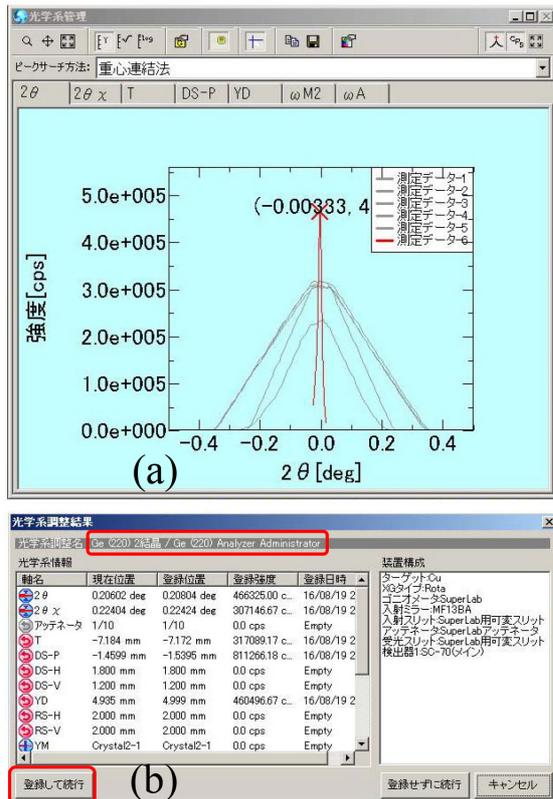
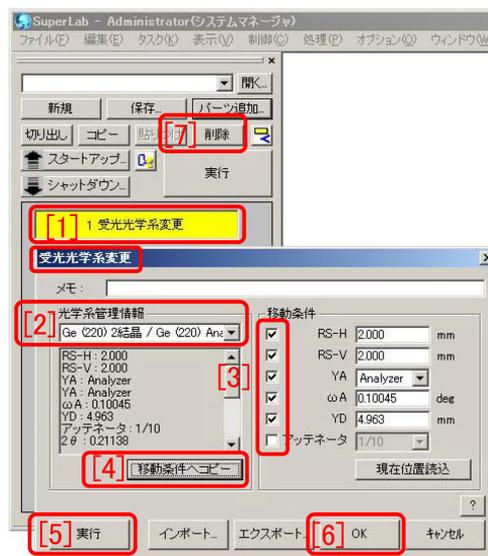

図 1.22. 受光光学系 (Soller Slit) 精密調整の完了。左下「登録して続行」をクリックします
図 2.4. 受光光学系の変更を実行
「[3]Door ボタン」を押して警告音を鳴らし、シールドドアを開けて図 1.8(e), (f) [p.4] 「[4] 手差し YD 軸 [検出器の横方向の並進, 図 1.8(e)[p.4] 参照] の自動調整が行われ、終了すると図 1.22(a)[p.10] のように「プロファイル
ます。図 1.22(b) には調整結果が表示されます。左下の「登録して続行」をクリックしてください。これで図 1.22(b) 上の赤枠内に示された「Ge (220) 2 結晶 / Ge (220) Analyzer」という名前です、調整した光学系が登録されました。
次に図 2.4「フローバー」にある黄色の「[1] 受光光学系変更」パーツをクリックすると図 2.4 下のように「受光光学系変更ウィンドウ」が開きます。「[2] 光学系管理情報」のプルダウンメニューで「Ge (220) 2 結晶 / Ge (220) Analyzer」を選択すると図 1.22(b)[p.10] で登録した設定を呼び出すことができます。「[3]」のチェックボックスで
「アッテネーター」以外のすべてにチェックを入れ「[4] 移動条件へコピー」をクリックしたあと左下の「[5] 実行」をクリックしてください。受光光学系が切り換わったら「[6] OK」をクリックすると「受光光学系変更ウィンドウ」が閉じます。このように（マクロモードではなく）手動で受光光学系を切り換えた後には「[1] 受光光学系変更」は要らなくなるので図 2.4 上の「[7] 削除」をクリックして黄色の「[1] 受光光学系変更」パーツを「フローバー」から削除してください。